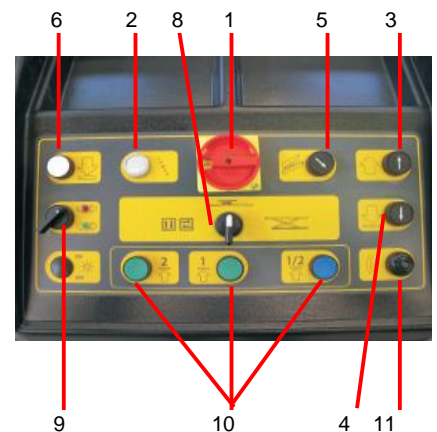

Fig.13
**6. BEDIENING EN GEBRUIK (Fig.13)**